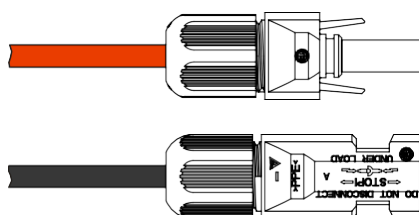

Figura 3-38 Aperto da contraporca
- Etapa 4 Parafuse e aperte as contraporcas dos conectores positivos e negativos nas conchas isolantes correspondentes, como mostrado na Figura 3-38.